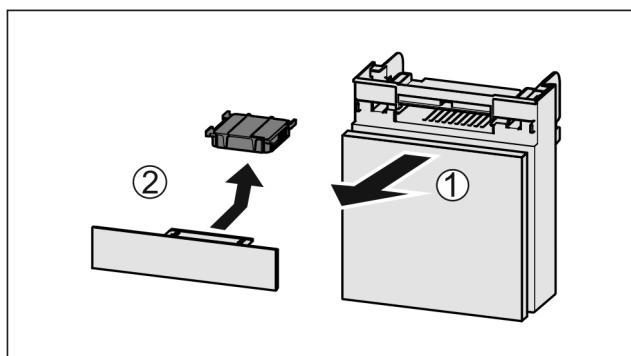

Fig. 127
- ▶ Wyciągnąć Fig. 127 (1) komorę do przodu.
- ▶ Wyjąć Fig. 127 (2) filtr z węglem aktywowanym.